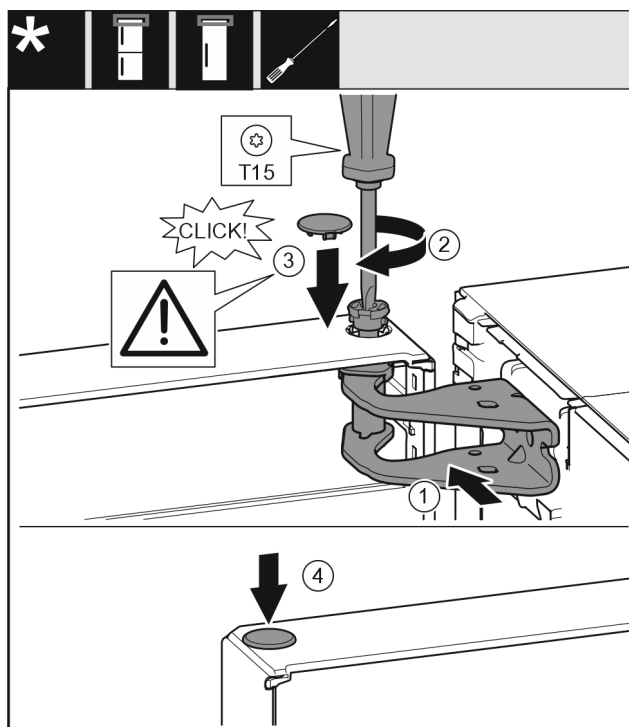

Fig. 24
- Allineare la porta superiore all'apertura nella staffa di supporto Fig. 24 (1).
- Inserire i perni Fig. 24 (2) e stringerli con un cacciavite.
- Inserire la copertura Fig. 24 (3).
- Controllare che la copertura Fig. 24 (3) poggi sulla porta.
- Inserire la copertura Fig. 24 (4).